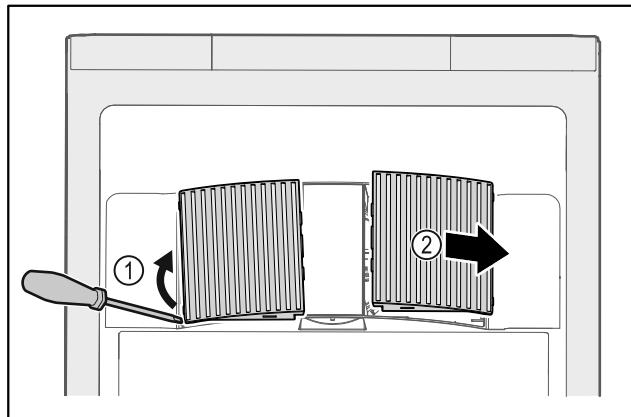

Fig. 171
- ▶ 从侧面小心撬开风机盖板 Fig. 171 (1) 并朝前取下 Fig. 171 (2)。